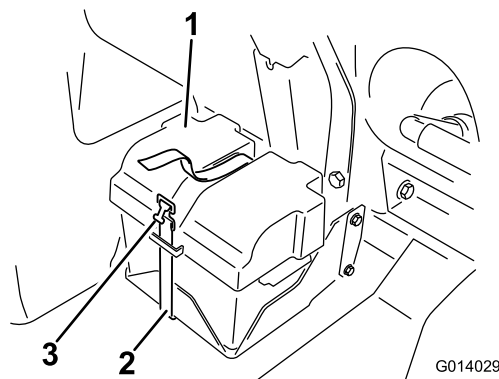
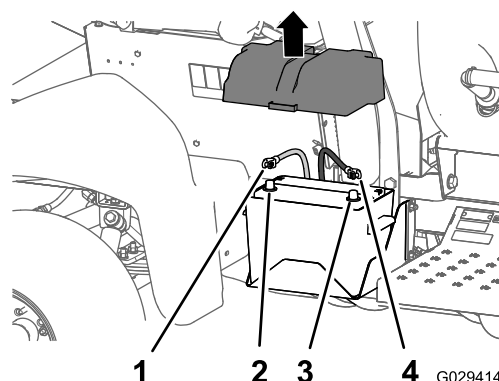

図 1
図 2
3. バッテリーについているカバーを外し、バッテリーのマイナス黒端子からケーブルを外す 図 1 と 図 2。
4. バッテリー端子からプラス赤ケーブルを外す 図 2。